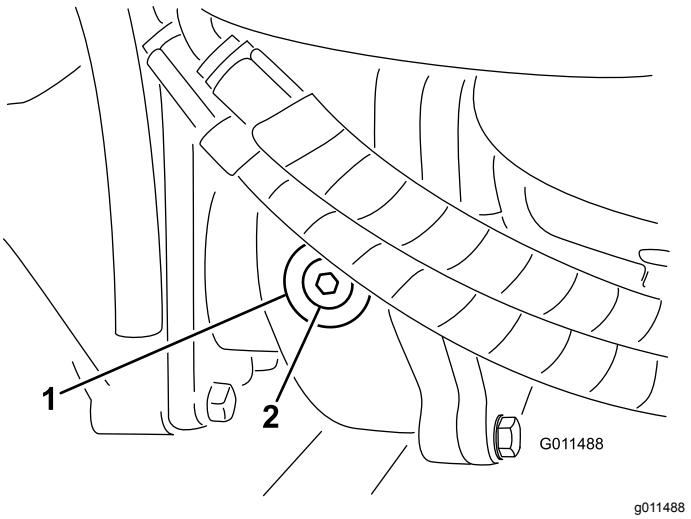

Figura 95
- Togliete il tappo di controllo/riempimento dal lato sinistro del riduttore e verificate che il lubrificante raggiunga la base del foro (Figura 95).